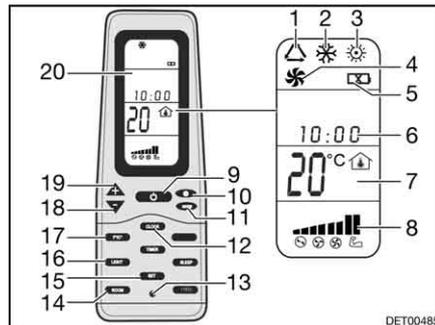

Fig. 119 Mando a distancia
- Pulsar la tecla ON/OFF (Fig. 119,9).
- Pulsar la tecla "Mode" (Fig. 119,11) las veces que sean necesarias hasta que se visualice el modo de funcionamiento deseado (Fig. 119,1, 2, 3 ó 4) en el display (Fig. 119,20).
- Ajustar la temperatura deseada con las teclas "+" (Fig. 119,19) y "-" (Fig. 119,18).
- Seleccionar la etapa deseada del ventilador con la tecla Velocidad del ventilador (Fig. 119,10).
Desconectar: ■ Pulsar la tecla ON/OFF (Fig. 119,9).